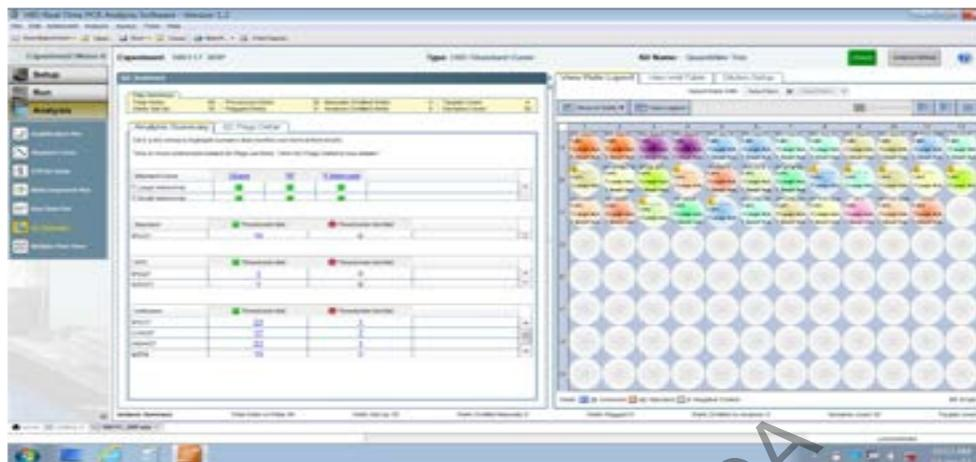

Figura 19. Esquema de la microplaca y resumen de los parámetros de interés (R^2 , pendiente, intercepto, ICP).
7.2.31 Al finalizar la corrida, se despliega en la pantalla un esquema de la microplaca y un resumen de la corrida con indicadores de conformidad para valor obtenido en los parámetros de pendiente de la curva de calibración, R cuadrado, muestras con poco o mucho ADN, lectura de los fluoróforos, entre otros. Ver figura 19.